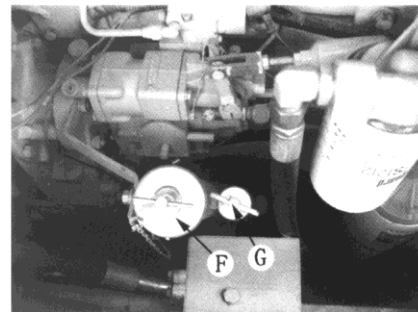

Рис. 6-15.
- (1) Верхние штуцеры (в 8 точках).
- (2) Верхнюю часть штока поршня цилиндра (в 4 точках).
- (3) Нижний соединительный палец рамы (в 4 точках).
- (4) Нижний соединительный вал рамы (в 4 точках).
13. Замените масло в картере двигателя (см. рис. 6-15)